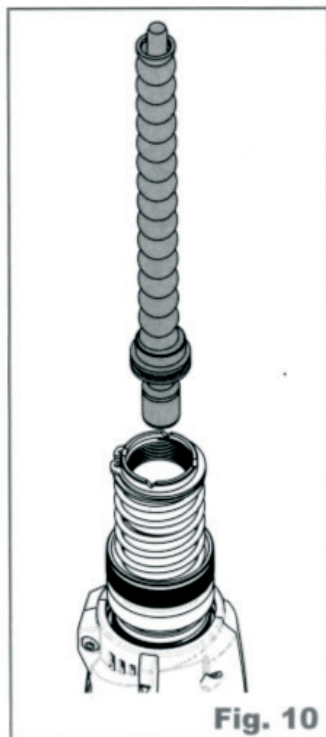

Fig. 10
- Tag støbehalsen ud sammen med ringen og fjederen (jvf. **fig. 10**)